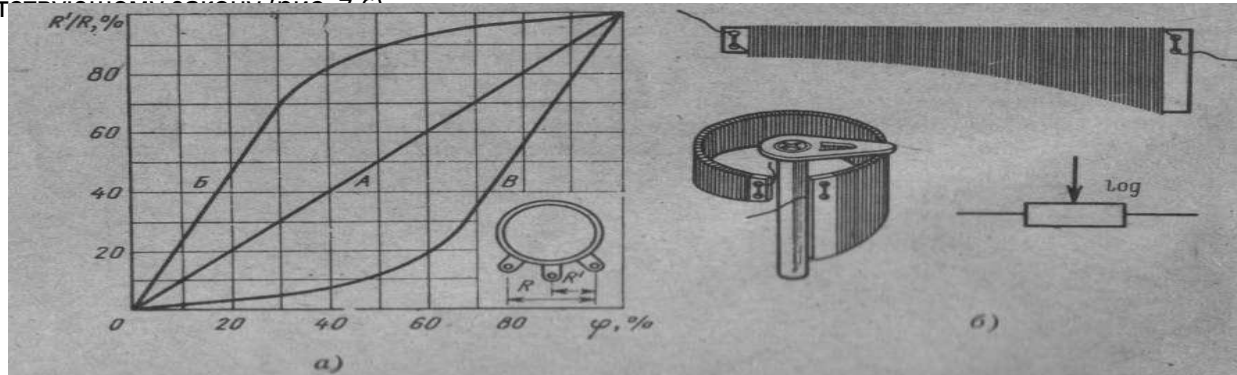

Рис. 7. Переменный резистор с обратно-логарифмической зависимостью сопротивления.
- Резисторы групп Б и В конструктивно отличаются от резисторов группы А только токопроводящим элементом: на подковку таких резисторов наносят токопроводящий слой с удельным сопротивлением, меняющимся по ее длине. В проволочных резисторах форму каркаса выбирают такой, чтобы длина витка высокоомного провода менялась по соответствующему закону (рис. 7, б).